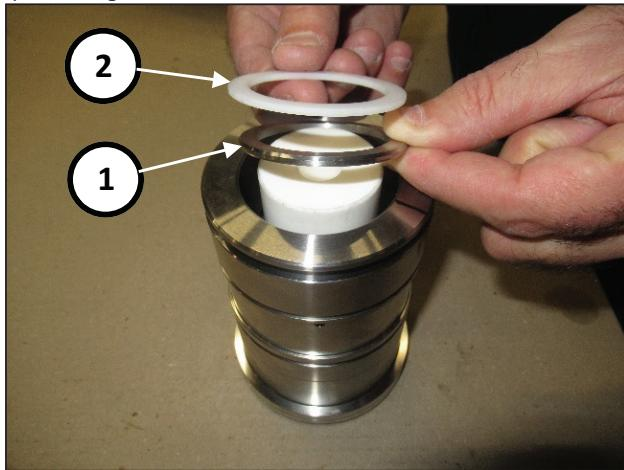

Fig. 178
Inserire anello per molla (pos. ①, Fig. 178) e anello raschiatore (pos. ②, Fig. 178).